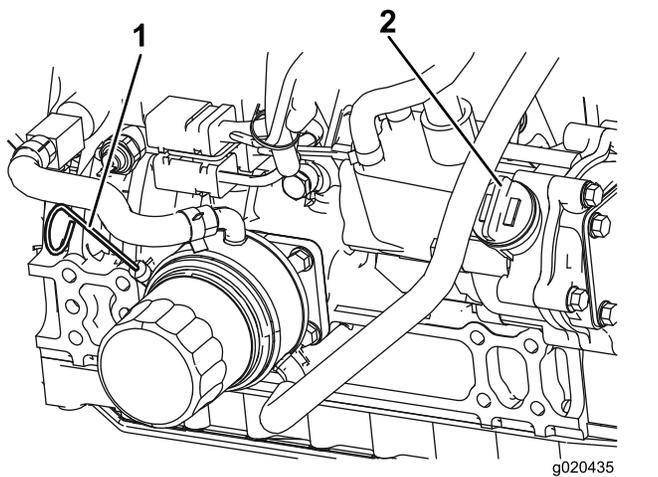

Figure 27
Le niveau d'huile doit se situer dans la plage de sécurité (Figure 27).
4. Si le niveau d'huile ne se situe pas dans la plage de sécurité, enlevez le bouchon de remplissage (Figure 27) et faites l'appoint jusqu'à ce que le niveau correct soit atteint. **Ne remplissez pas excessivement.**